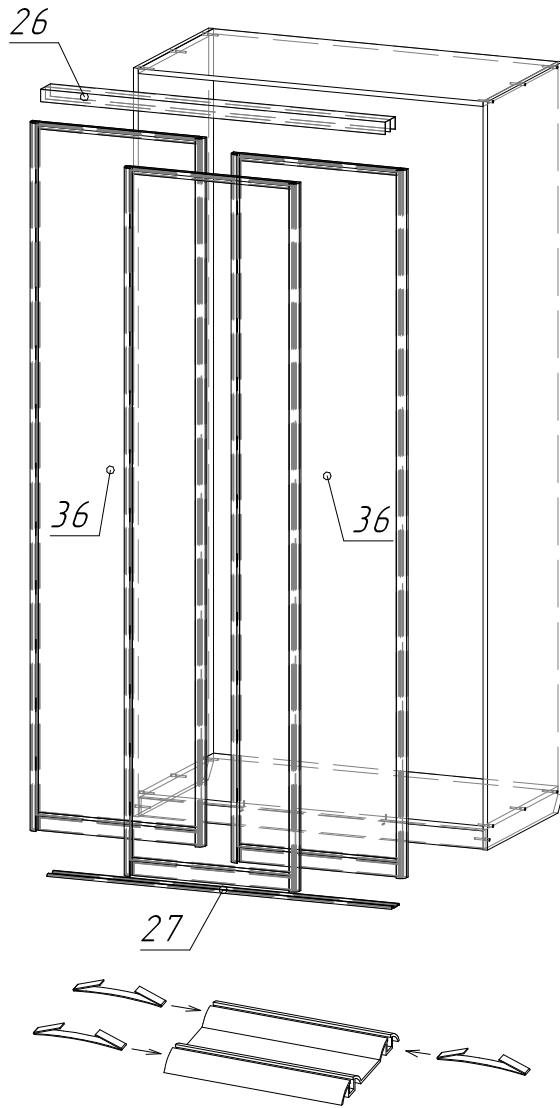

Рис. 2
2. Установить стопора дверей на нижнюю направляющую в соответствии с рис. 2. При этом количество стопоров должно равняться количеству дверей шкаф-купе.